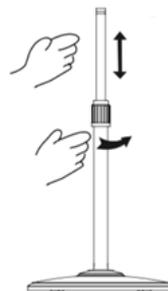

Рис. 3
6. Вытяните выдвижную часть опоры (16) на необходимую высоту, и зафиксируйте фиксатором. Рис. 3.
7. Оденьте корпус вентилятора (10) на верхнюю часть опоры (16) и зафиксируйте фиксатором (13).